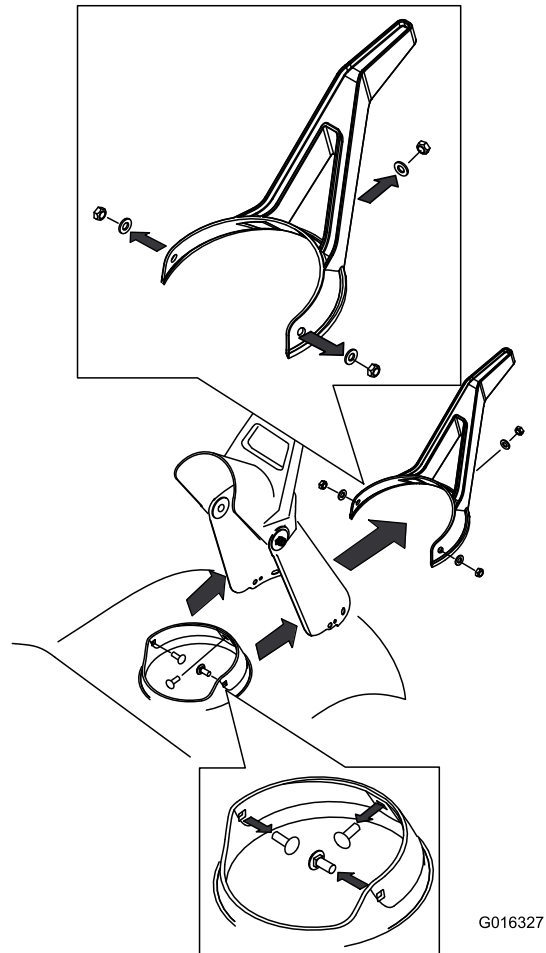

Figure 30
3. Retirez les trois vis de fixation de la goulotte, ainsi que les vis qui fixent son joint, puis déposez la goulotte (Figure 30).